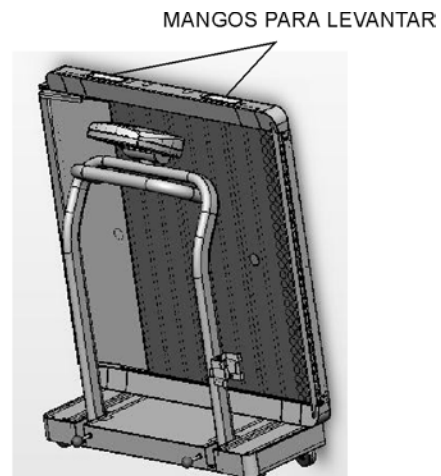

Figura 4b
1. Empezar con la balanza en la posición vertical doblada apoyada en sus ruedas, como en la Figura 4b.